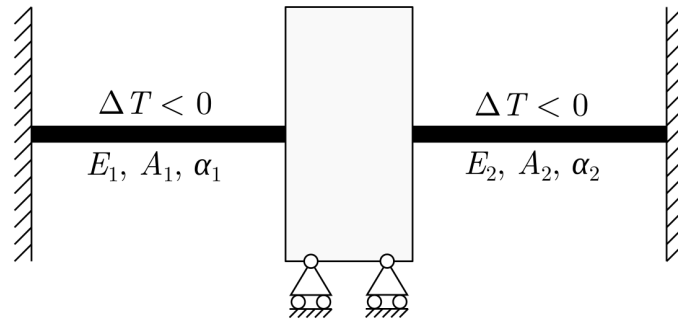

FIGURE 3 – Configuration pour le point 3
- Répondre aux questions précédentes dans le cas de barres mises en série (voir figure 3).